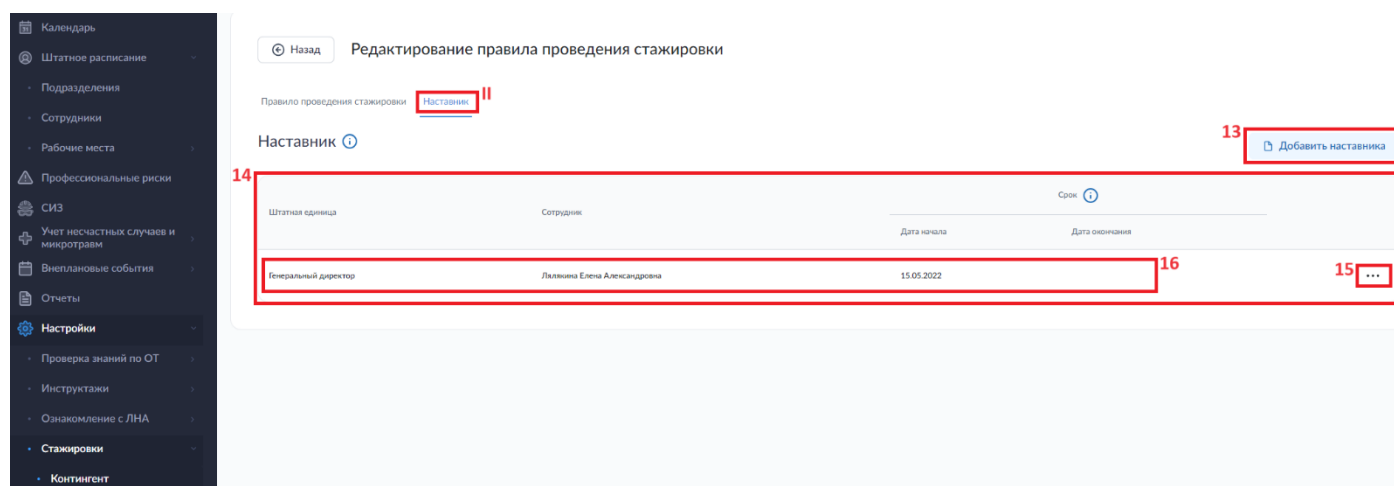

Рисунок 79. Раздел «Настройки». Подраздел «Стажировки. Контингент». Окно добавления стажировки. Вкладка II.
На вкладке «Наставник» (II) (рис. 79) необходимо указать информацию о наставниках и сроках осуществления ими полномочий, добавив запись (16) в таблицу (14) по нажатию кнопки «Добавить» (13).